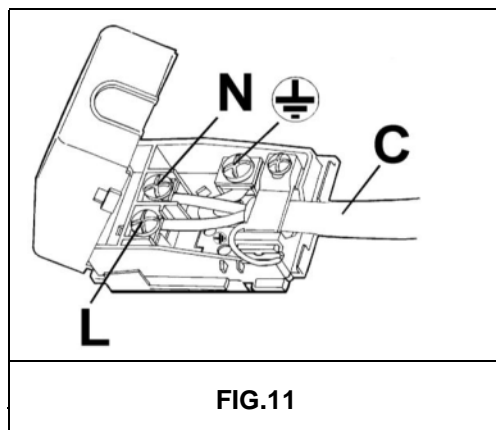

FIG.11
- Poner un enchufe, adecuado a la carga indicada en la etiqueta, al cable de alimentación "C", en caso de que este no lo posea (ver fig. 11).
- Conectar los cables según el esquema de la fig. 11, asegurándose que correspondan a las siguientes indicaciones: